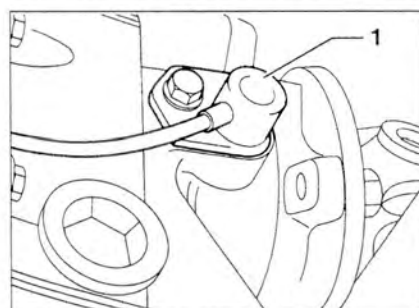

Рис. 5.21. На автомобилях с тахографом снимите датчик скорости 1.
- 11. На автомобилях с тахографом снимите датчик скорости 1 (рис. 5.21).